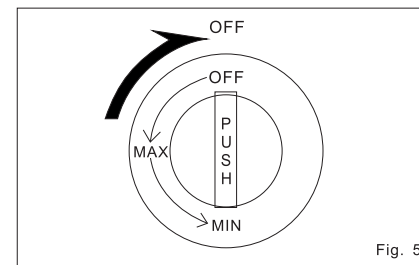

Fig. 5
• Dopo aver finito il lavoro, girare la manopola di accensione nella posizione OFF (spento) e accertatevi che il bruciatore è spento (Fig. 5)